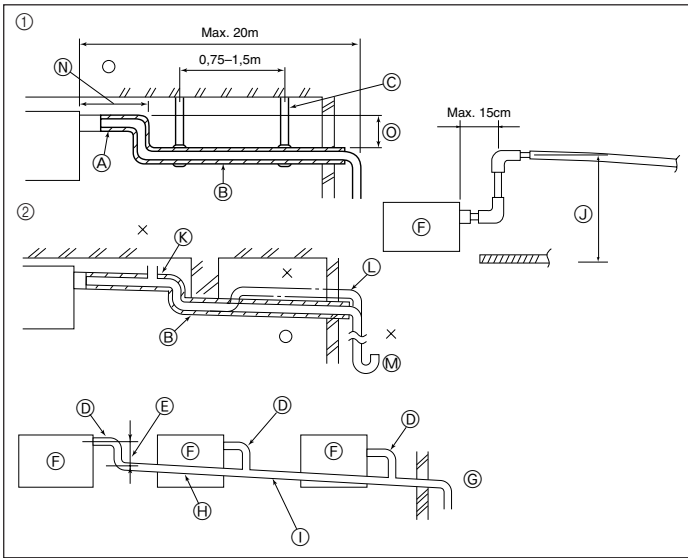

Fig. 3-4
- Far scivolare il coperchio del tubo ③, fornito con l'unità, sopra la tubazione stessa fino a farlo toccare la lastra metallica all'interno dell'unità.
- Serrare il coperchio a del tubo a ③ ad entrambe le estremità (15 - 20 mm) con i nastri forniti ④.
- ④ Tubazione del gas
⑤ Voltare la giunzione verso l'alto
⑥ Spingere il coperchio del tubo contro la lastra di metallo.
⑦ Materiale termico isolante della tubazione del refrigerante
⑧ Fasciare strettamente
⑨ Tagliare via la parte eccedente del nastro.
3.3. Installazione della tubazione di drenaggio (Fig. 3-4)
- ① Tubazione corretta
② Tubazione non corretta
③ Materiale isolante (almeno 9 mm)
④ Inclinazione (almeno 1%)
⑤ Supporto in metallo
⑥ Spurgo dell'aria